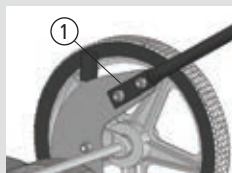

Fig. 05
Para fixar o braço inferior, devem ser utilizados 4 parafusos e 4 porcas que acompanham o produto. Inicialmente, posicione o braço (1) de tal forma que ele fique com as faces planas internamente ao suporte do braço [Fig. 05].